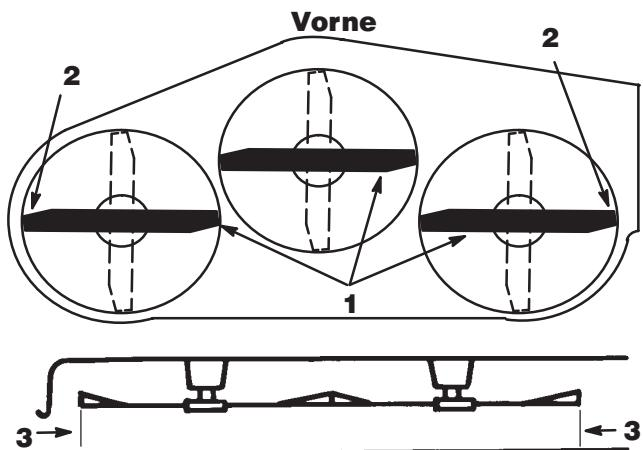

Abbildung 13
3. Vorsichtig die Schnittmesser von einer Seite zur anderen drehen (Abb. 13). Den Abstand zwischen den äußeren Schneidkanten und der ebenen Oberfläche messen (Abb. 13). Wenn beide Meßwerte nicht innerhalb von 5 mm (3/16") liegen, ist eine Einstellung erforderlich. Siehe Schritte 4 und 6.